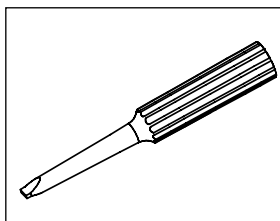

Fig. 3
- Destornillador (para circuito de seguridad) véase Fig. 3